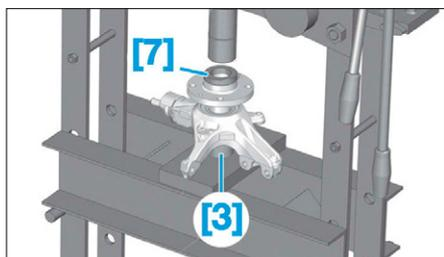

FIG. 47
- Positionner les outils [3] et [7] (Fig.47).